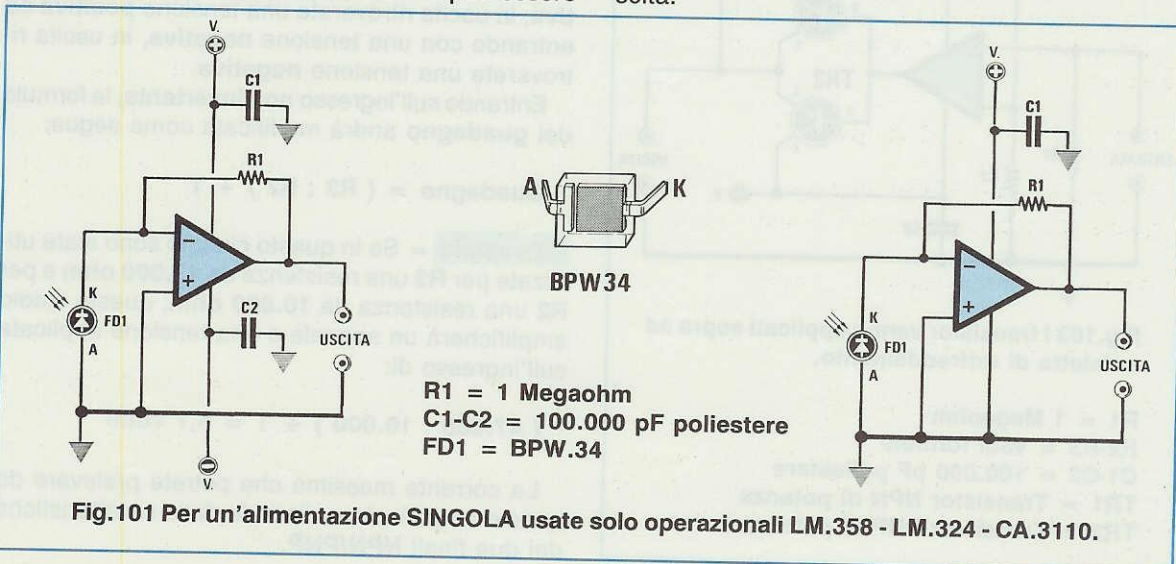

Fig.101 Per un'alimentazione SINGOLA usate solo operazionali LM.358 - LM.324 - CA.3110.
Nella fig.101 vi riportiamo lo schema elettrico di un convertitore **corrente-tensione** alimentato con tensione **duale**.
Per realizzare un circuito alimentato con una tensione **singola** (vedi fig.101), potrete utilizzare lo stesso schema elettrico, ma in questo caso potrete usare soltanto degli operazionali tipo **LM.358 - LM.324 - CA.3110**.
Usando dei **fotoiodi** tipo **BPW34** o altri equivalenti (vedi fig. 101), il **catodo** (K) dovrà essere rivolto verso il piedino d'ingresso **invertente** e l'**anodo** (A) verso massa.